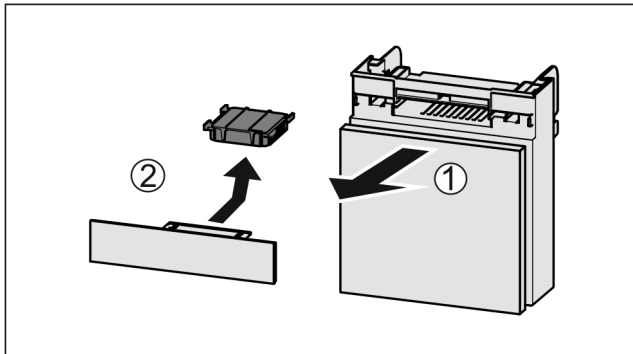

Fig. 135
- ▶ Trekk ut Fig. 135 (1) hyllen fremover.
- ▶ Ta ut Fig. 135 (2) aktivkullfilteret.